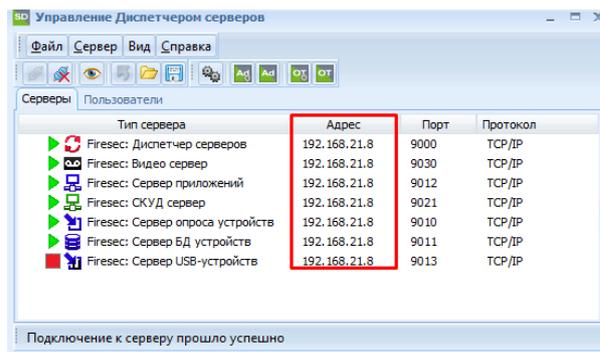

Рисунок 28.1 Окно приложения «Управление Диспетчером серверов»
1) На удаленных серверах для версии ПО FireSec, в приложении «Управление Диспетчером серверов», для каждого сервера в списке задать внешний сетевой адрес (рисунок 28.1). Настройка серверов для удаленного подключения клиентов описана в подразделе 3.2.